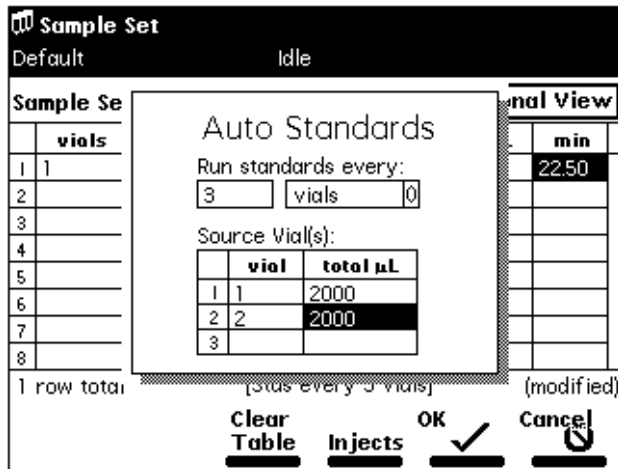

图 6-17 自动取标准样对话框
1. 从功能的下拉列表中选择 **AutoStds（自动取标准样）**，然后按 **Row Details（行详细信息）** 屏幕键以显示 Auto Standards（自动取标准样）对话框（图 6-17）。